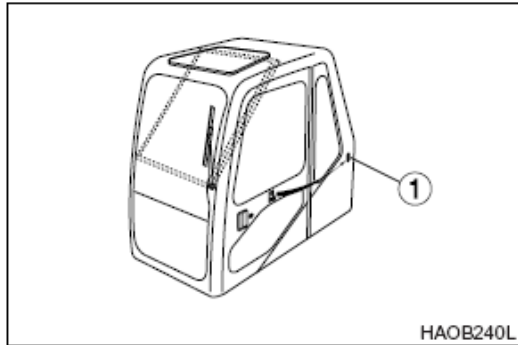

Figura 100
1. El pestillo lateral de la puerta (1, Figura 100) se usa para asegurar la puerta al lateral de la cabina cuando se abre.